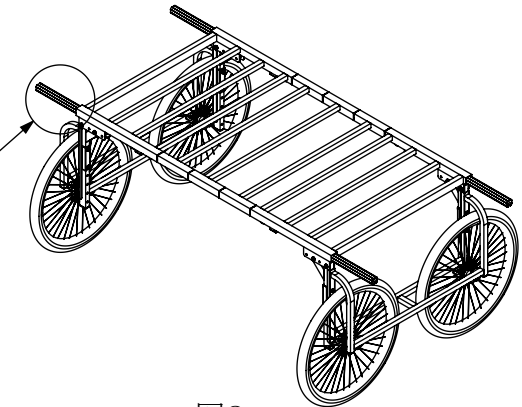

図2
- 荷台最大幅227cm (タイヤ最大幅235cm) です。207cm以下で使用の場合は、荷台端の中栓をはずし、幅広部品が荷台から外側へ出ますのでそのままご使用になるか切断してご使用ください。<図2参照> (切断してご使用の場合、伸縮パイプ幅広部品を荷台端部より2cm短くカットすると、取り外した中栓を再度取り付けることができます。)